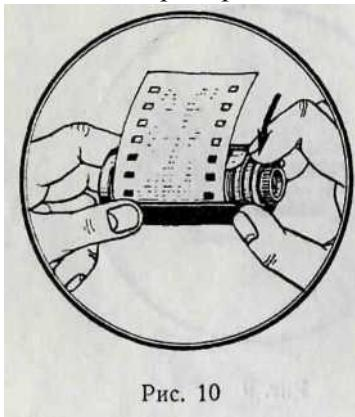

Рис. 10
5. Закрыть кассету, повернув внутренний стакан против часовой стрелки (рис. 10) до щелчка; после этого стаканы не должны проворачиваться и в середине выреза должна быть надпись «закр.». Дальнейшие операции производятся на свету.